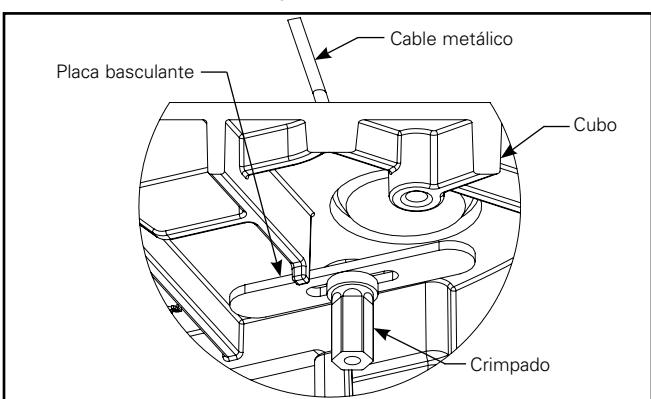

Figura 3.3.
- C. Despues de insertarlo, asegúrese de que la superficie de la placa basculante esté paralela a la superficie superior y no se obstruya con las nervaduras de la cubierta superior del cubo (Figura 3.3). Nivele la unidad haciendo ajustes en el punto medio del juego de cables de 4 puntos.